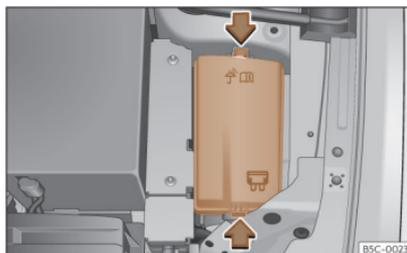

Fig. 52 En el vano motor: tapa de la caja de fusibles.
- Presione las pestañas de bloqueo para desbloquear la tapa de la caja de fusibles >>> **fig. 52**.